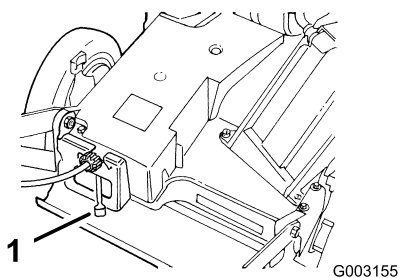

Figura 12
4. Mueva el control de velocidad sobre el terreno a la posición de Punto muerto (N) (Figura 12).
El cortacésped tiene 3 velocidades sobre el terreno. 1 es velocidad lenta, 2 es velocidad media, y 3 es velocidad rápida. El control de velocidad sobre el terreno está ubicado en la parte trasera de la cubierta de la correa (Figura 12).